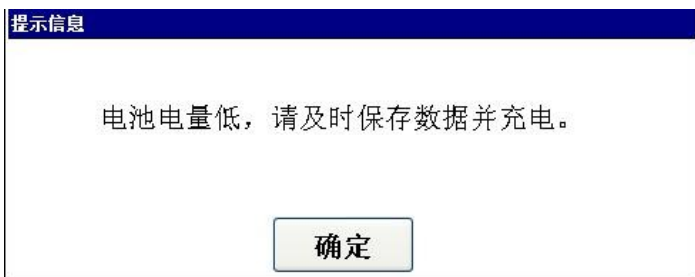

图 3.12 电量低提示信息
- 1) 电量剩余 1 格时，提示用户“电池电量低，请及时保存数据并充电”，如图 3.12 所示。